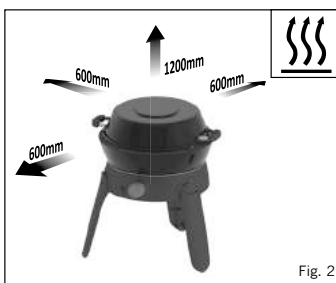

Fig. 2
- Cet appareil doit être tenu à l'écart des matières inflammables pendant l'utilisation. Les distances de sécurité minimales sont les suivantes : Au-dessus de l'appareil : 1,2 m. À l'arrière et sur les côtés : 600 mm. (Voir Fig. 2)